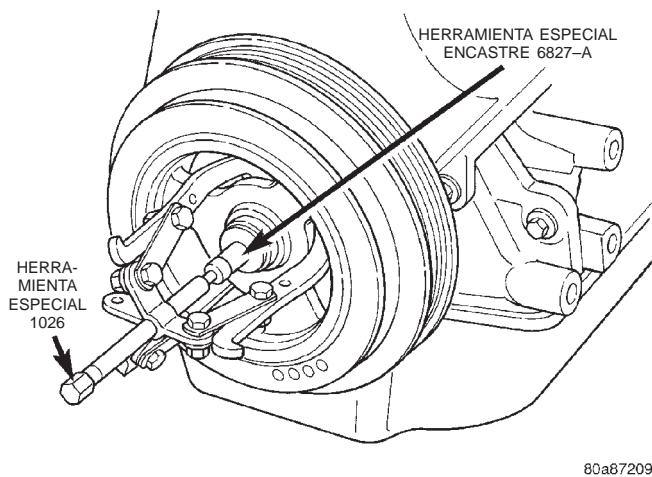

Fig. 34 Amortiguador de cigüeñal—Desmontaje
(3) Retire el perno del amortiguador del cigüeñal. Retire el amortiguador utilizando la porción más larga de la Herramienta especial 1026 y el encastre 6827-A (Fig. 34).